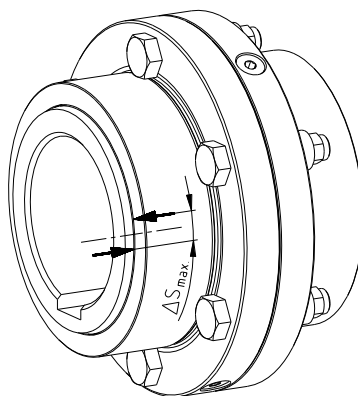

Bild 46: märkning av nav och hylsa
- Märk hylsa (komponent 2) och nav (komponent 1) (se bild 46).